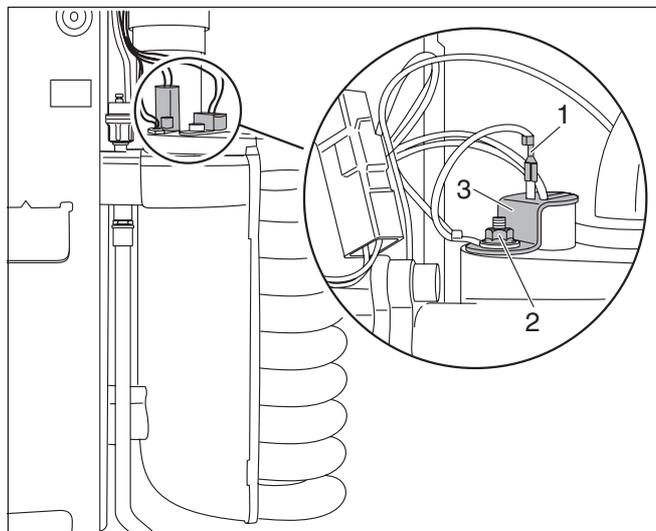

Fig. 74 Sostituire l'elettrodo di accensione ad incandescenza
- Estrarre il conduttore di protezione dall'elettrodo di accensione ad incandescenza (fig. 74, pos. 1).
- Svitare il dado di collegamento ai morsetti del cavo di messa a terra. (fig. 74, pos. 2).
- Rimuovere la lamiera di bloccaggio per l'elettrodo di accensione ad incandescenza (fig. 74, pos. 3) ed estrarre l'elettrodo di accensione ad incandescenza.